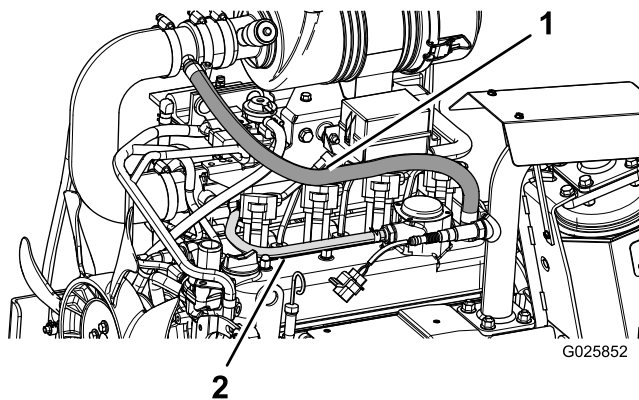

Figure 11
10. Localisez le flexible de dépression RGC du moteur (Figure 11). Marquez le point milieu et coupez le flexible en deux. Branchez les 2 extrémités coupées du flexible à l'aide du raccord en T (1/4 po).
12. Localisez le flexible de recyclage des gaz du carter qui relie le couvre-culasse au raccord en T d'entrée du filtre à air (Figure 11). Marquez le point milieu et coupez le flexible en deux. Branchez les flexibles au moyen du raccord en T (1/2 à 5/16 po).